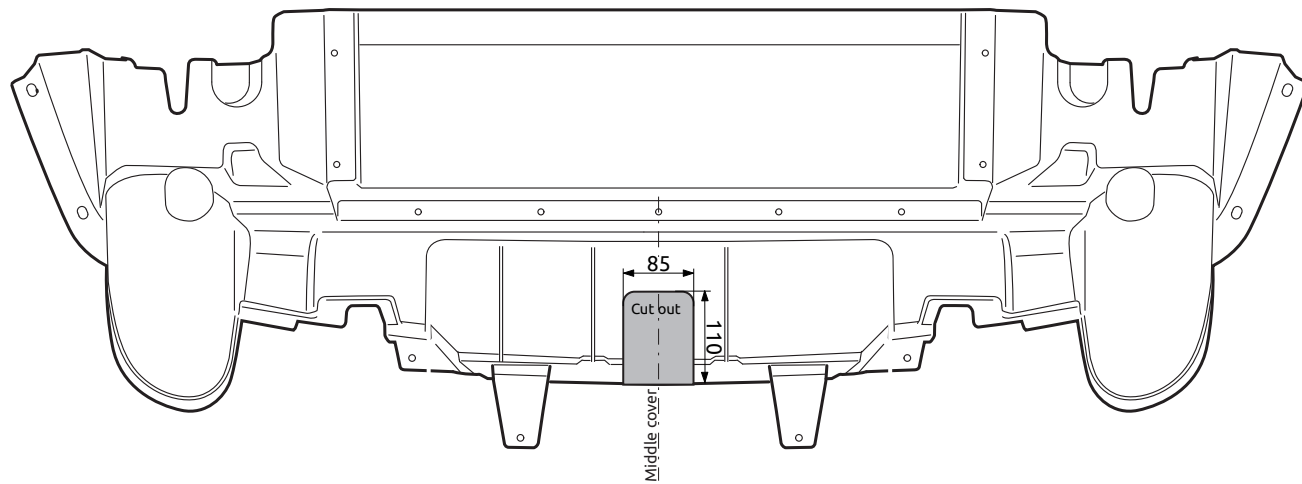

Fig. 4
12. Выпилить часть из закрывающей пластины, как указано на рис. 4.